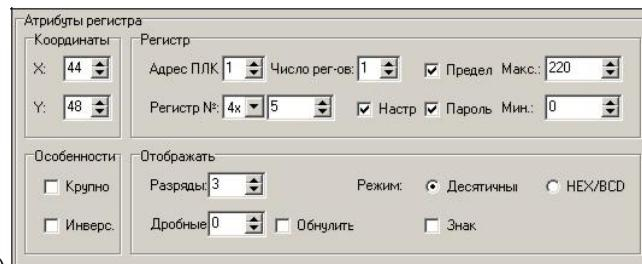

Рис. 7.10. Экран «Уставки»
11.1 Создать надписи «Уставки температуры», «Зона 1», «Зона 2» (см. рис. 7.10). Приемы ввода текста описаны в п. 4.1.1.